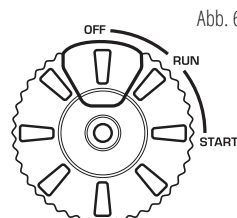

Abb. 6
5.2 Drücken Sie beim Elektroanlass die rote Taste am Multifunktions-Motorschalter (Abb. 6)
6. Drehen Sie nach dem Motoranlassen den Multifunktions-Drehknopf in die Position „RUN“ (Abb. 6).
9. **Ziehen Sie beim Handanlass** am Startergriff, bis ein leichter Widerstand spürbar ist. Dann ziehen Sie durch eine schnelle Bewegung den Starter auf die ganze Schnurlänge heraus. Lassen Sie den Handanlasser langsam zurück. **Drücken Sie beim Elektroanlass** die rote Taste am Multifunktions-Motorschalter (Abb. 6).
10. Drehen Sie nach dem Motoranlassen den Multifunktions-Drehknopf in die Position „RUN“ (Abb. 6).
6. Drücken Sie beim Elektroanlass die rote Taste am Multifunktions-Motorschalter (Abb. 6).
7. Drehen Sie nach dem Motoranlassen den Multifunktions-Drehknopf in die Position „RUN“ (Abb. 6).